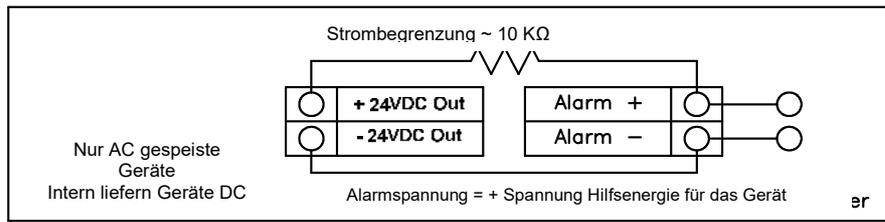

Bild 46 Galvanisch getrennter 4-20 mA Ausgang (intern durch das Messgerät gespeist)
3. Verwendung der internen Hilfsenergie 24VDC (nur bei AC Stromversorgung möglich. (Bild 46)